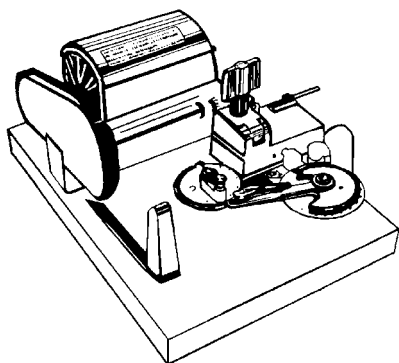

Рис. 5.15. Копировально-фрезерная машина позволяет изготовить дубликат, когда нет оригинального ключа (С разрешения компании Ilco Unican Corp.)
- ☐ Станок для изготовления ключей по коду с питанием от сети (рис. 5.15)